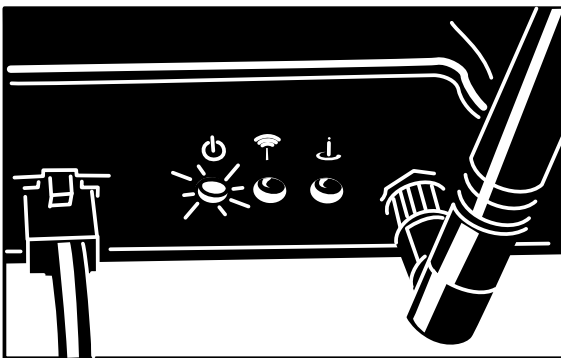

Figura 10
2. Assicuratevi che la spia di alimentazione si illumini (Figura 10).